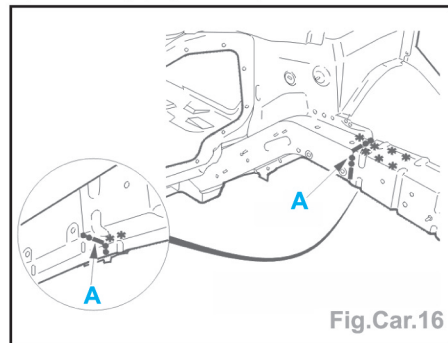

Fig.Car.16
- Découper par fraisage des points et tracer à l'aide d'un gabarit, puis découper uniquement le brancard (coupe définitive) (suivant A) (Fig.Car.16).